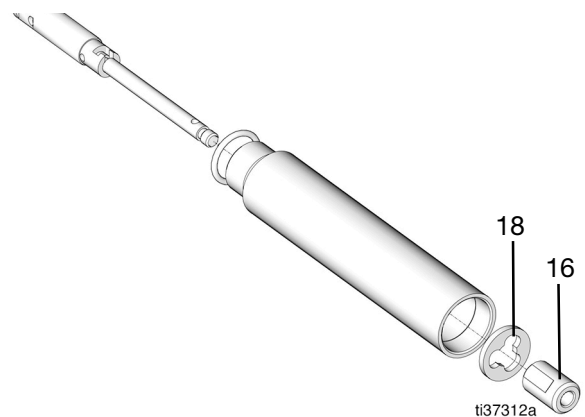

Рис. 40
22. Снимите переключающий клапан (16) (Рис. 40).
23. Снимите проставку (18) (Рис. 40).